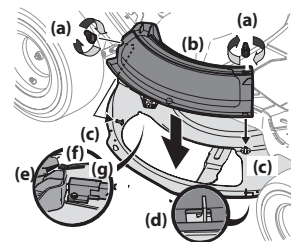

Figura 9
- Extraiga las perillas de aleta (a) que instaló en la plataforma de corte y consérvelas para colocarlas posteriormente. Consulte la Figura 9.
- Coloque el adaptador para abono (b) en la abertura de descarga de la plataforma. La parte trasera del adaptador para abono de la plataforma (b) debe estar debajo de la lengüeta (f) del soporte trasero de la plataforma (g). Los pernos prisioneros (c) de la superficie de la plataforma calzarán a través de los orificios de la parte superior del adaptador para abono (b). La pequeña lengüeta (d) del borde de la plataforma calzará a través del recorte cuadrado de la parte inferior del adaptador para abono (b). Consulte la Figura 9.
¡IMPORTANTE! Compruebe que la porción superior trasera del adaptador para abono (b) esté oprimiendo el interruptor de seguridad (e) ubicado en la superficie de la plataforma y debajo de la lengüeta (f) del soporte de la parte trasera de la plataforma (g). Las cuchillas no se accionarán si el adaptador para abono (b) no está correctamente ubicado. Consulte la Figura 9.
- Sujeta el adaptador para abono (b) ajustando las perillas de aleta (a) que extrajo en el Paso 1. Consulte la Figura 9.